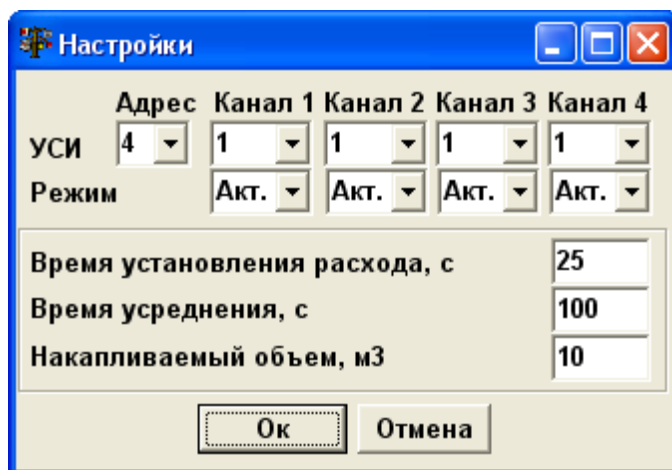

Рис. 41. Вкладка «Настройки»
2.7.3. Нажмите кнопку **Настройки**. На мониторе ПК появится вкладка (см. рис. 41):
В окнах вкладки введите значения в соответствии с рис.41. и нажмите кнопку **Ок**, после чего вкладка закроется.